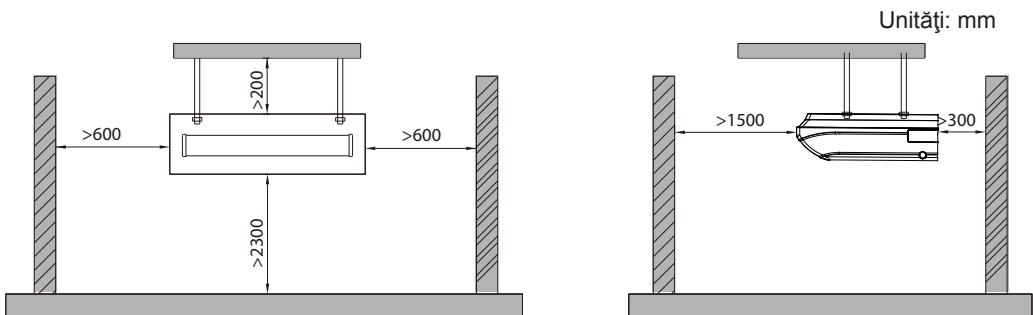

Fig. 2
- (1). Instalați unitatea într-un loc care este destul de rezistent pentru a susține greutatea unității.
- (2). Gura de admisie și de evacuare a unității nu trebuie să fie niciodată obturată astfel încât fluxul de aer să poată ajunge în fiecare colț al camerei.
- (3). Lăsați loc de acces în jurul unității pentru service, așa cum este prezentat în Fig. 2.